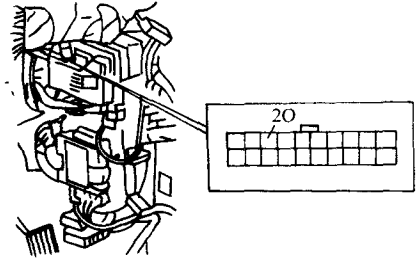

图 4-6 喇叭不响的故障排除
2) 抬起喇叭按钮, 测量 CPU 插头 (20 针) 的 20 端 (G/R) 电压, 如图 4-6 所示。若电压为蓄电池电压, 更换 CPU; 若电压为其他, 修理线束 (喇叭继电器 - CPU)。